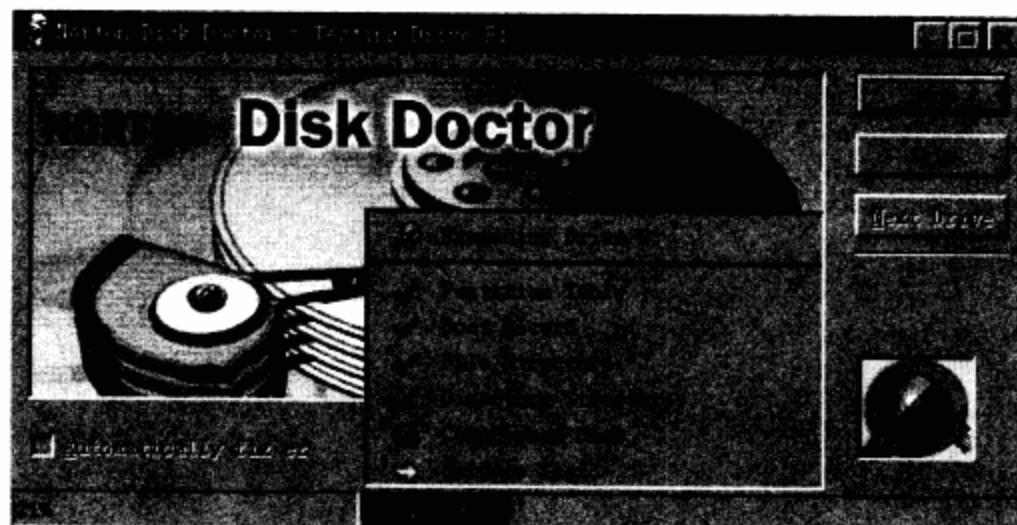

图6-15 Norton Disk Doctor正在对所选定的磁盘进行处理的情况
**步骤 02** 在Norton Disk Doctor逻辑盘选择菜单中, 选中一个或多个要处理的逻辑盘后, 单击Diagnose按钮, 即开始对选定的逻辑盘进行检测和错误修正。图6-15是正在对磁盘进行检测和错误修正的情况。